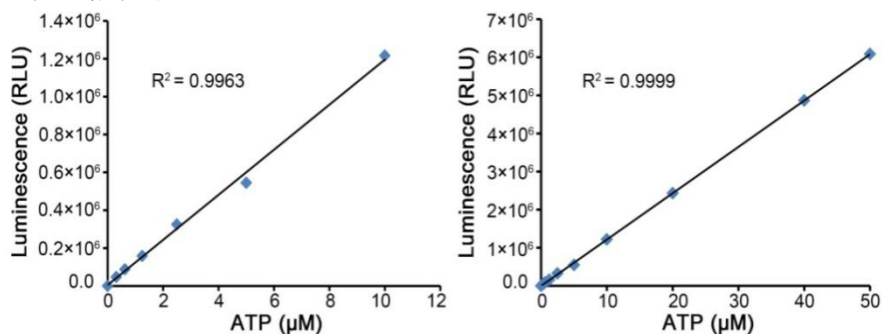

图2. 化学发光法激酶活性检测试剂盒ATP标准曲线。实测数据会因检测仪器等的不同而存在差异，图中数据仅供参考。
- 根据标准曲线计算出样品孔中剩余的ATP量，随后根据酶活力的定义计算出酶活性。ATP标准曲线可以参考图2，在0-50 μ M范围内存在良好的线性关系。